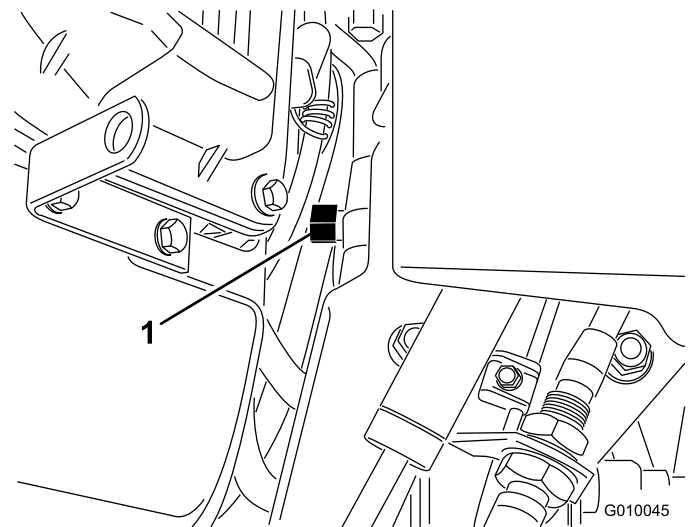

Bild 30
2. Finden Sie das Sicherheitsventil zwischen der Motor- und hydrostatischen Pumpe (Bild 30).
3. Drehen Sie das Sicherheitsventil mit einem 5/8-Zoll-Schlüssel eine Umdrehung nach rechts, um zu schieben bzw. zu ziehen. So kann Hydrauliköl an der Pumpe vorbei direkt zu den Rädern fließen, die sich daraufhin drehen können (Bild 30).
5. Drehen Sie das Sicherheitsventil um eine Umdrehung nach rechts (Bild 30), wenn Sie den Aerifizierer erneut verwenden möchten.